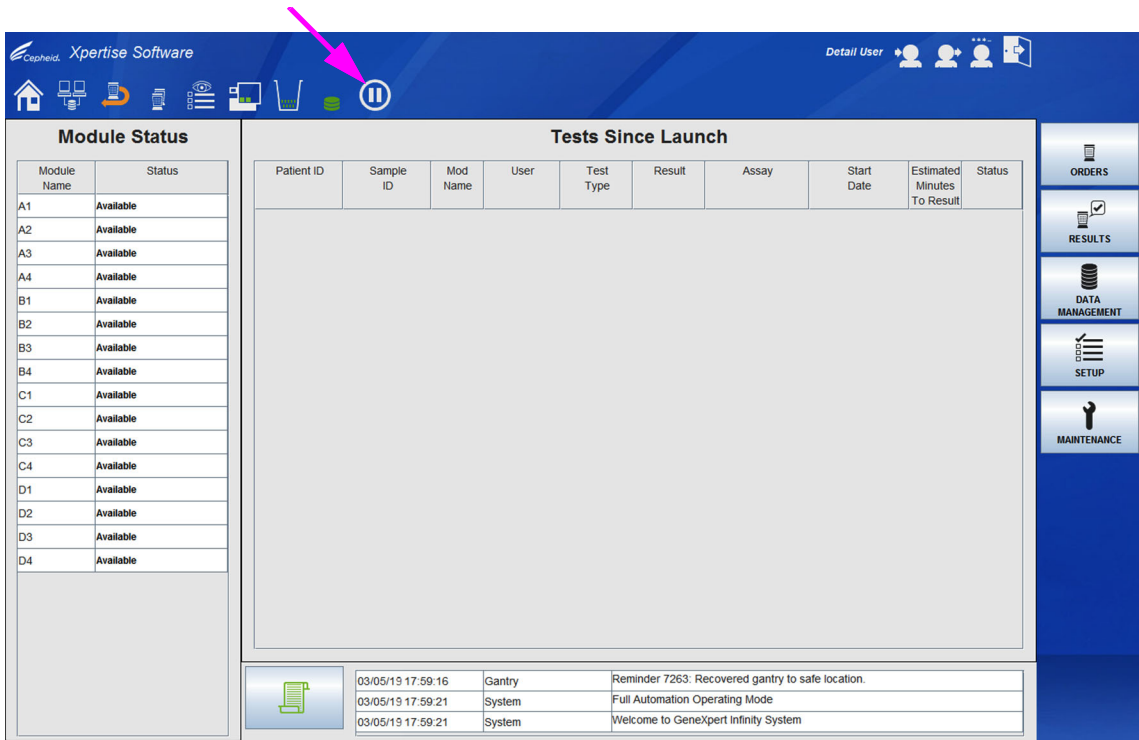
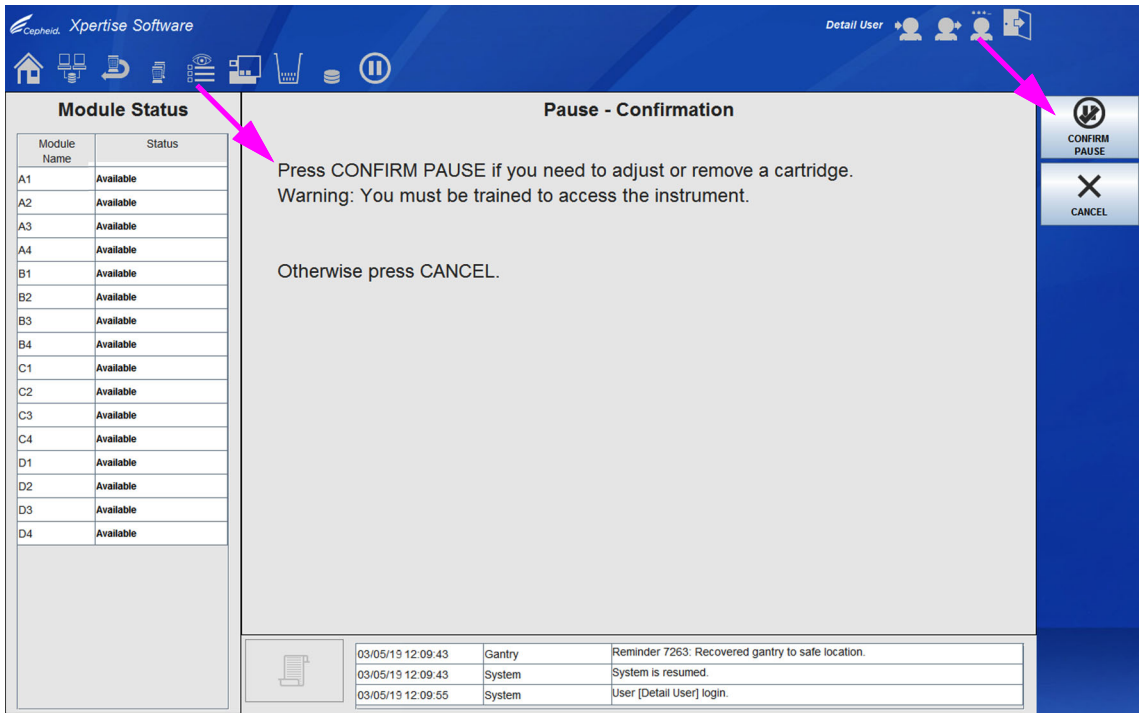
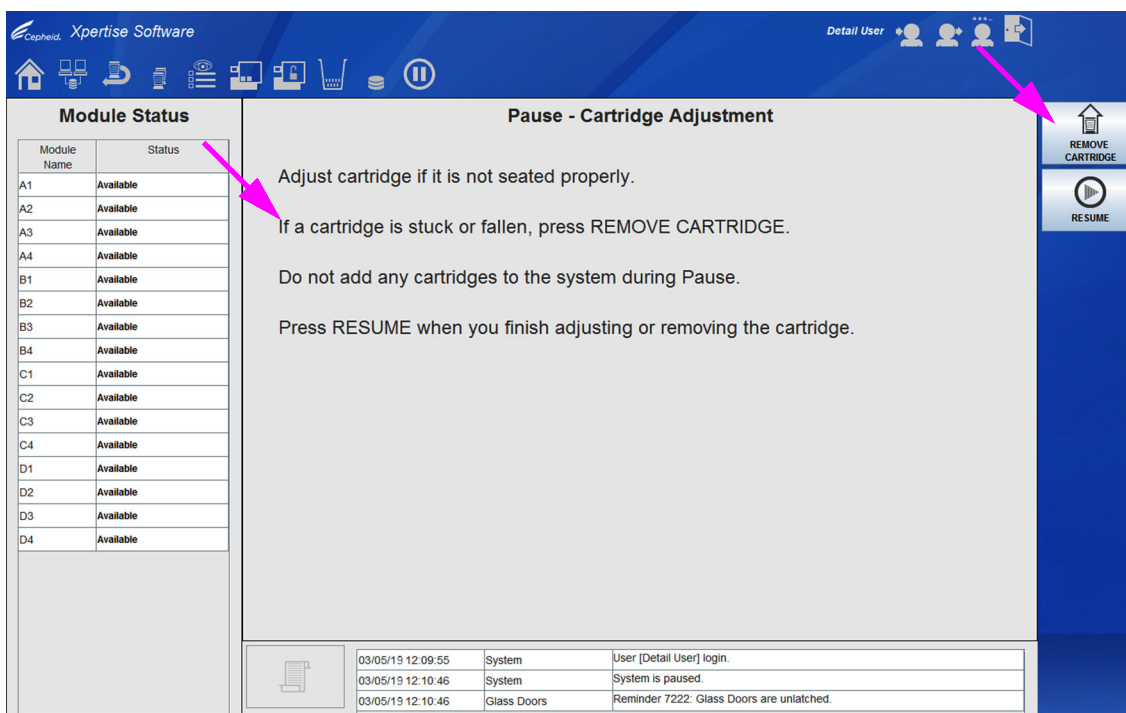

图 10-38. Xpertise 软件主页工作区
图 10-39. 暂停 - 确认 (Pause - Confirmation) 工作区
图 10-40. 暂停 - 检测盒调整 (Pause - Cartridge Adjustment) 工作区
1. 选择位于控制面板上的**暂停**图标（参见图 10-38）。暂停 - 确认 (Pause - Confirmation) 工作区会显示。请参见图 10-39。
2. 阅读并执行暂停 - 确认 (Pause - Confirmation) 工作区中提供的说明（参见图 10-39）并选择**确认暂停 (CONFIRM PAUSE)** 按钮。暂停 - 检测盒调整 (Pause - Cartridge Adjustment) 工作区会显示。请参见图 10-40。
3. 阅读并执行暂停 - 检测盒调整 (Pause - Cartridge Adjustment) 工作区中所提供的说明。请参见图 10-40。取出和扫描卡住或被平移式机械臂丢下的检测盒。